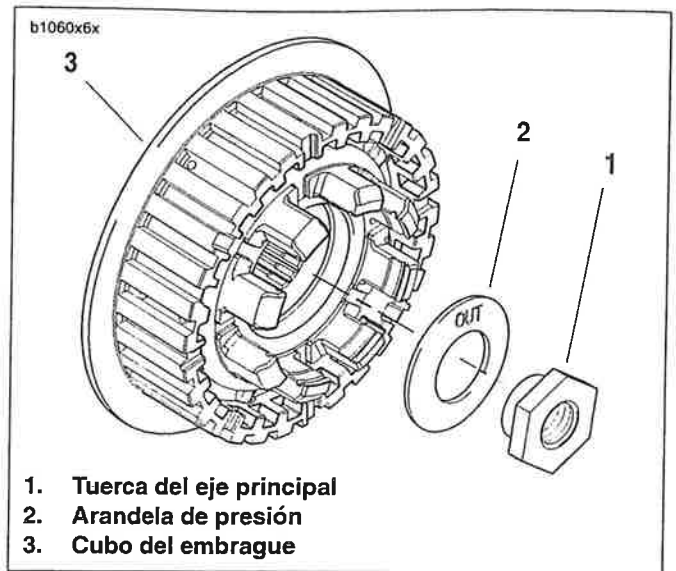

Figura 6-19. Tuerca del eje principal y arandela
Vea la Figura 6-19. La arandela (2) se debe instalar con la palabra "out" hacia la tuerca del eje principal de la transmisión (1). El ensamblaje incorrecto puede provocar la falla del embrague y (o) la transmisión.
6. Vea la Figura 6-19. Aplique dos o tres gotas de LOCTITE Threadlocker 262 (rojo) sobre las roscas en el extremo del eje principal de la transmisión. Instale la arandela de presión (2) y la tuerca del eje principal (1) (roscas hacia la izquierda) en el eje principal de la transmisión. Apriete la tuerca a 95,0-108,6 N·m (70-80 lb-pie).